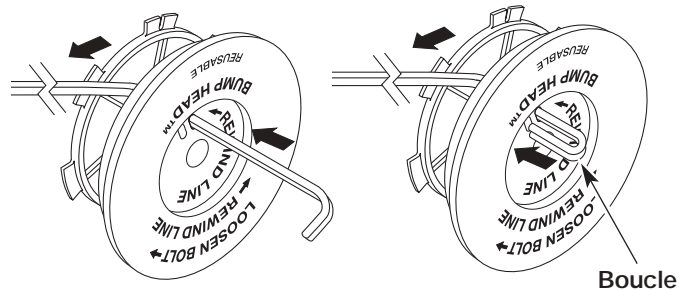

Figure 18
- Découpez environ 3,65 m (12 pi) de fil neuf. Insérez une extrémité de fil dans l'un des deux trous du moulinet intérieur (Fig. 18). Tirez le fil jusqu'à ne laisser que 10 cm (4 po) environ.
- Insérez l'extrémité du fil dans le trou ouvert du moulinet et tirez sur le fil pour que la boucle soit le plus petit possible (Fig. 18).